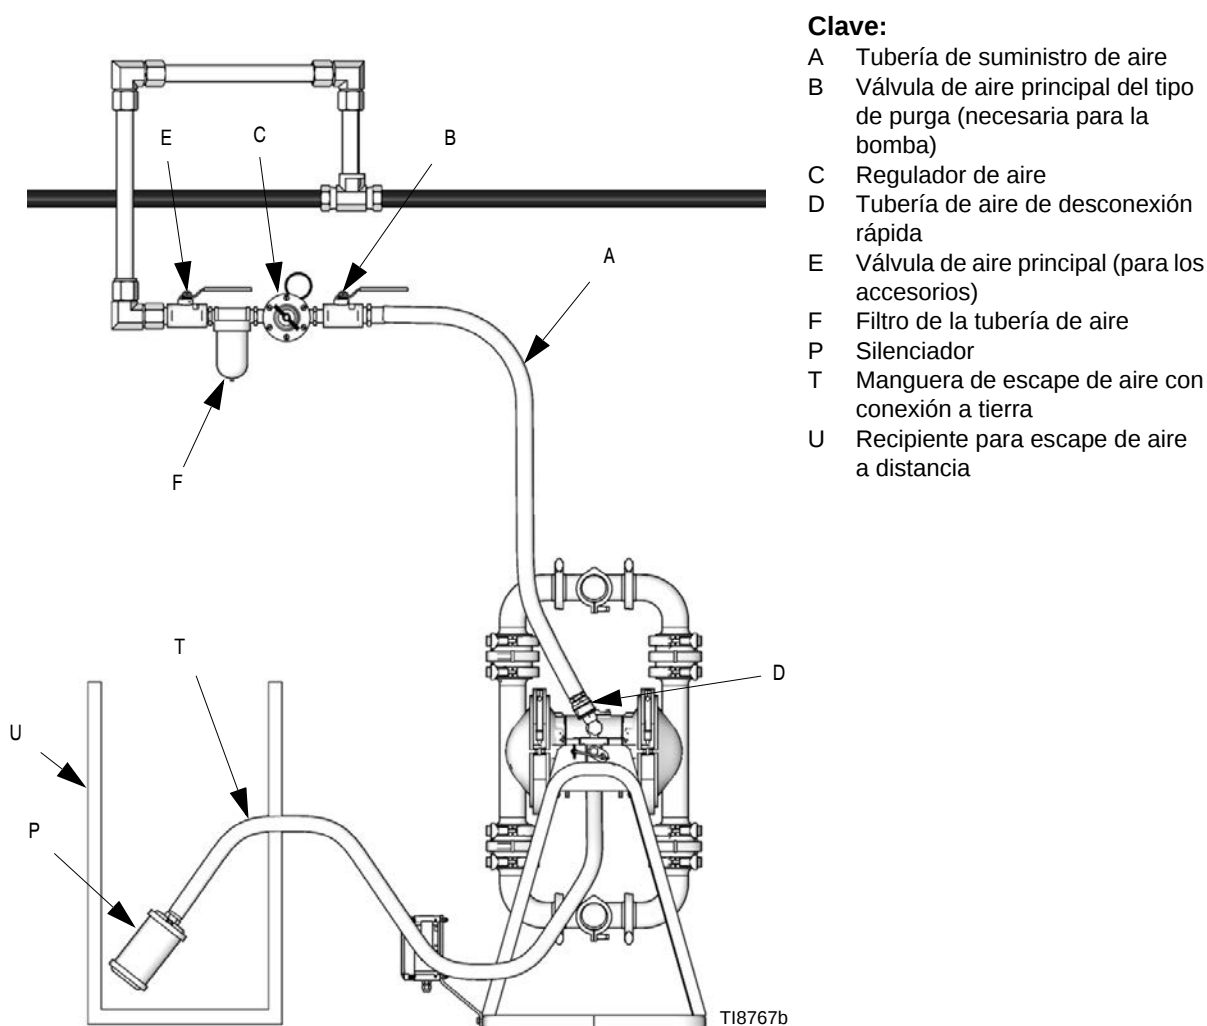

FIG. 5: Ventilación del escape de aire
El fallo del diafragma puede provocar el bombeo de fluido hacia la salida del aire. Coloque un recipiente apropiado en el extremo de la tubería de salida de aire para recoger el fluido. Consulte la FIG. 5.
1. Desmonte el silenciador (P) de la lumbrera de escape de aire de la bomba. Consulte la FIG. 5.
2. Instale una manguera de escape de aire conectada a tierra (T) y conecte el silenciador (P) en el otro extremo de la manguera. El tamaño mínimo para la manguera de escape de aire es de 19 mm (3/4 in) de D.I. Si se requiere una manguera más larga que 4,57 m (15 pies), use una manguera de mayor diámetro. Evite la formación de curvas o dobleces en la manguera.
3. Coloque un recipiente conectado a tierra (U) en el otro extremo de la tubería de escape de aire para recoger el fluido en caso de rotura del diafragma. Consulte la FIG. 5.